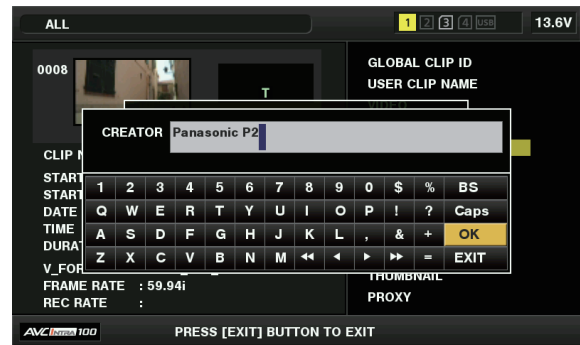

図 2
- メタデータ修正の入力画面（ソフトキーボード）が表示されます。（図 2）